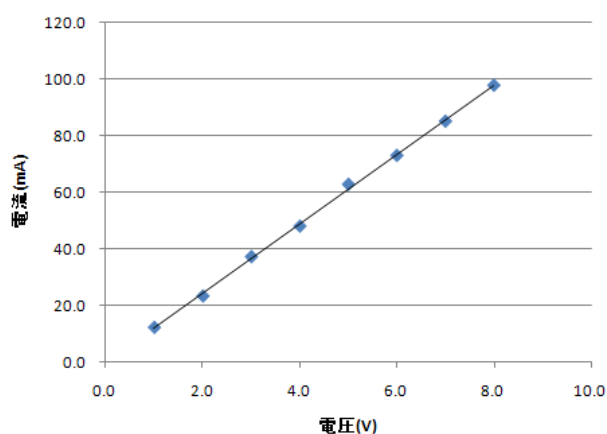

図 21 印加電圧と抵抗を流れる電流の関係
- (1) 実際に実験した方法を実験過程に沿って述べながら結果を記述すること。実験内容を理解する上で役に立つ。実験結果は表，グラフで示すことを原則とする。
- (2) 表の書き方の例を表3に示す。表のキャプション（説明書き）は表の上を書く。
- (3) グラフに描く例を図21に示す。グラフのキャプションはグラフの下を書く。グラフを描くときはグラフ用紙を用いる。グラフ描画ソフトウェアを用いても良い。
- (4) 表，グラフ共に物理単位の記述を必ず行うこと。グラフは縦軸，横軸の名称を記載すること。